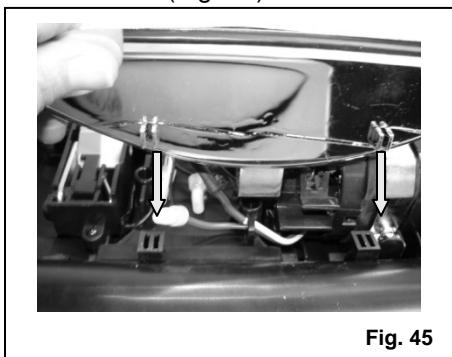

Fig. 45
13. Replacez l'assemblage de la lumière sur le couvercle de la brosse rouleau. (Fig. 45)